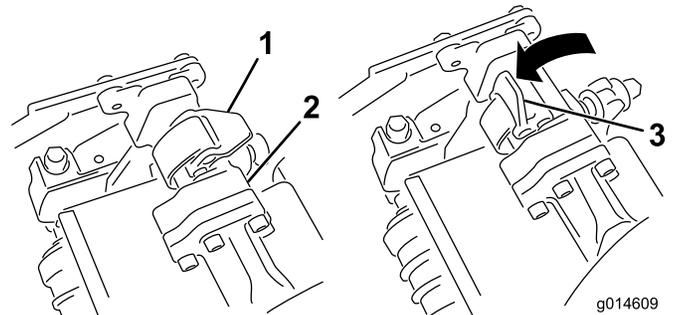
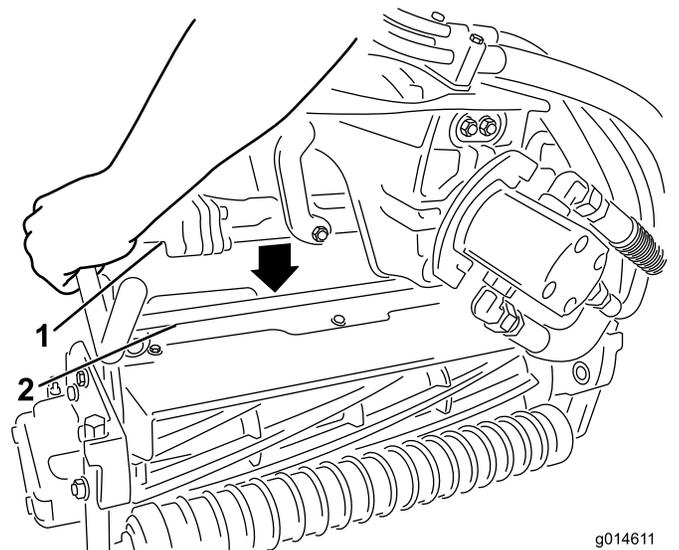

图30
图31
3. 当悬挂臂杆上的闩锁指向上方（即打开）时（图30）、向下压悬挂臂、使悬挂臂杆与滚刀组顶部的横杆相契合（图31）。
4. 向下并绕着滚刀组横杆关闭闩锁、将它们锁定到位（图30）。
- 打开您正在拆下的滚刀组悬挂臂上的门锁（图30）。